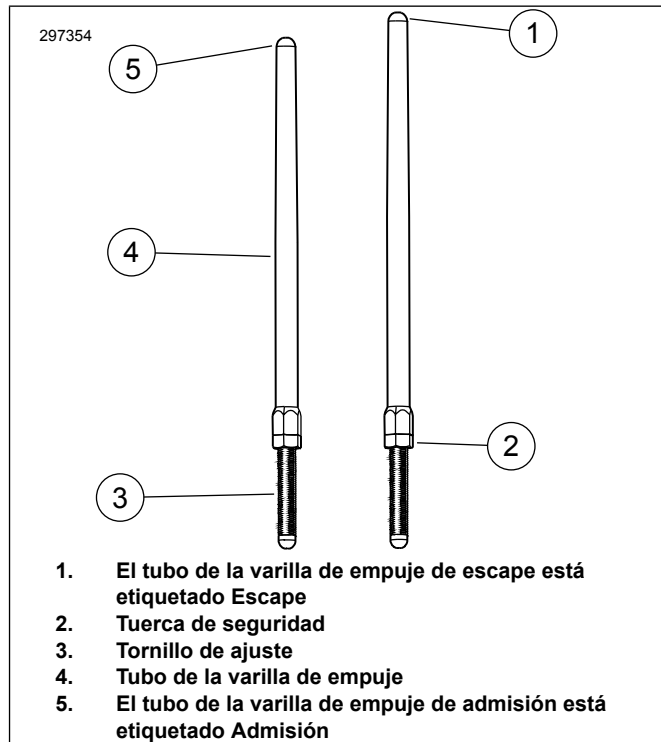

Figura 1. Varilla de empuje ajustable
6. Figura 1 Afloje la tuerca de seguridad en todas las varillas de empuje y ajústelas en su longitud más corta.